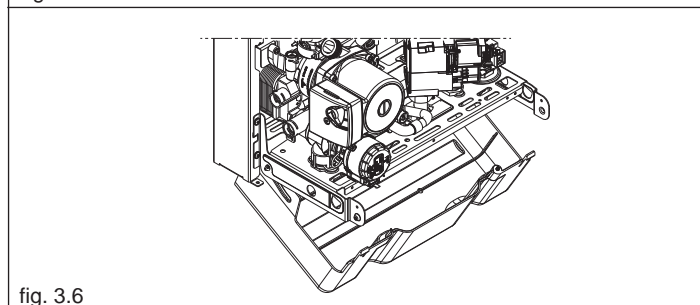

fig. 3.6
- utilizzando i perni di ancoraggio in dotazione, fissare come indicato in fig. 3.6 la copertura alla mensola